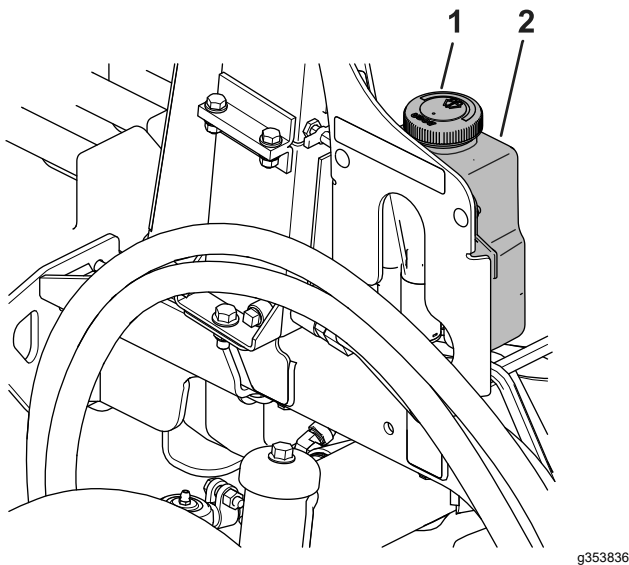

Figura 91
1. Togliete il tappo (Figura 91) dal serbatoio.